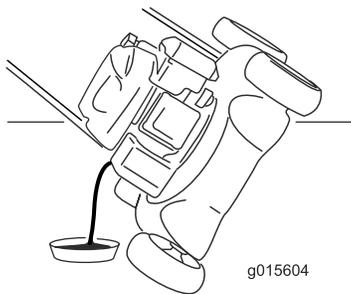

Bild 23
4. Kippen Sie die Maschine seitlich (Luftfilter nach oben), um das Altöl aus dem Öleinfüllstutzen abzulassen (Bild 23).
10. Lesen Sie den Ölstand am Peilstab ab. (Bild 23)